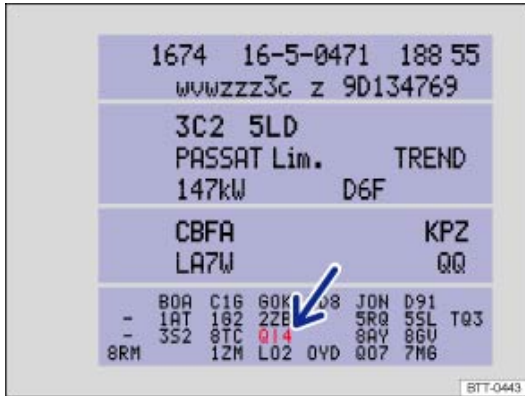

Fig. 210 Étiquette d'identification du véhicule avec numéro PR de l'entretien correspondant (schéma de principe)
- Au numéro PR indiqué sur l'étiquette d'identification du véhicule ⇒ Fig. 210 (flèche) ⇒ *Caractéristiques techniques*.